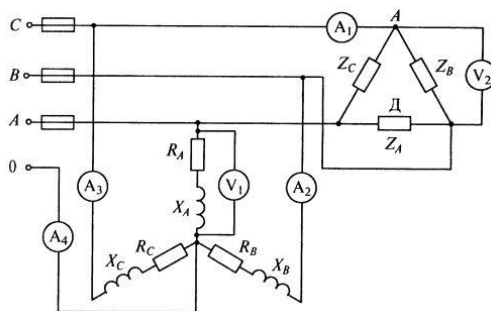

Рис.7.8
**ЗАДАЧА 7.9.** К трехфазной сети с линейным напряжением  $U_{\text{ном}} = 380 \text{ В}$  подключены двигатель и однофазные силовые потребители (рис.7.8). Обмотки трехфазного двигателя мощностью  $P = 10 \text{ кВт}$  и  $\cos \varphi = 0,76$  соединены «треугольником». Однофазные силовые потребители с параметрами:  $R_A = R_B = 12 \text{ Ом}$ ;  $R_C = 8 \text{ Ом}$ ;  $X_A = X_B = 9 \text{ Ом}$ ;  $X_C = 6 \text{ Ом}$  – соединены «звездой». Определить: показания амперметров  $A_1, A_2, A_3$  и  $A_4$ ; показания вольтметров. В линейном проводе  $C$  сгорел предохранитель (обрыв линейного провода  $C$ ). Как при этом изменится показание вольтметра  $V_1$ , если оборвется и нулевой провод? Как изменится показание вольтметра  $V_2$ ?